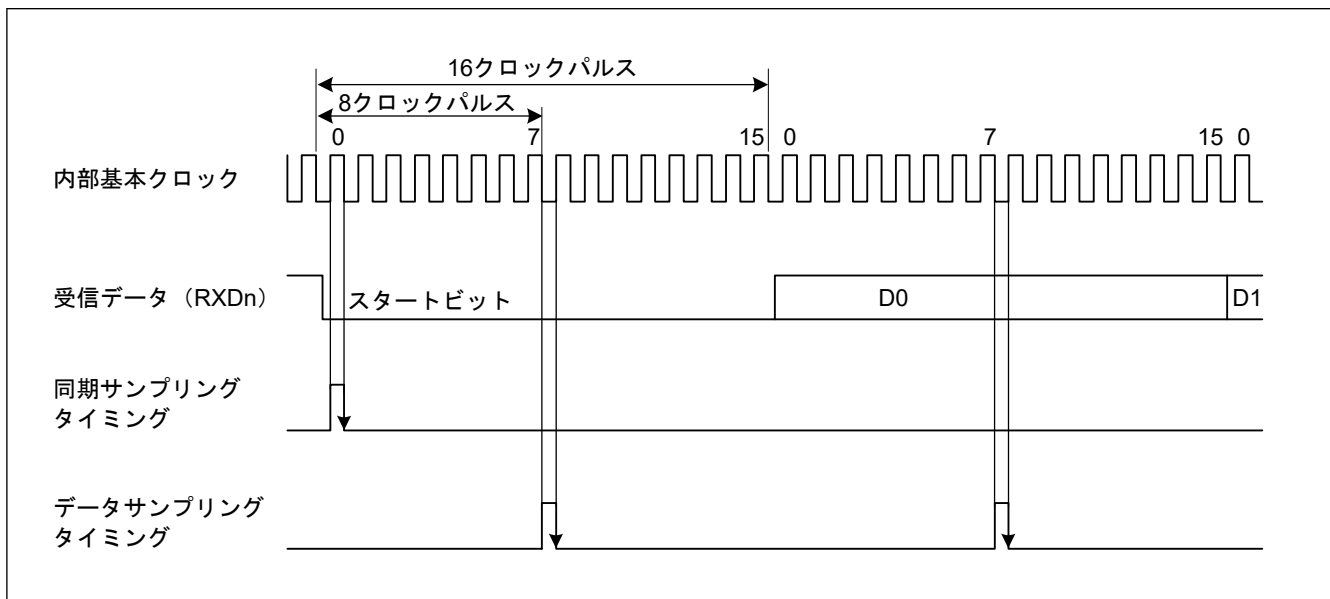

図 26.4 調歩同期式モードでの受信データサンプリングタイミング
また、図 26.4 に示すように、受信データは基本クロックの 8 パルス目(注1)の立ち上がりエッジでサンプリングされるため、各ビット (サンプリング時間を調整しない場合 (SPTR.ASEN = 0)) の途中でデータが取り込まれます。調歩同期式モードでの受信マージンは以下の式 (1) のように表すことができます。
スタートビットの決定条件は、Low 状態がビットの中間点より後ろまで続くことです。サンプリングタイミングと同様です。図 26.4 では、スタートビットを検出するためには Low 状態が 8 サイクルより長く続く必要があります。Low 状態が 8 サイクルより長く続かなかった場合は、IP はこれをノイズと判断します。したがって IP はスタートビットの受信待機をしません。